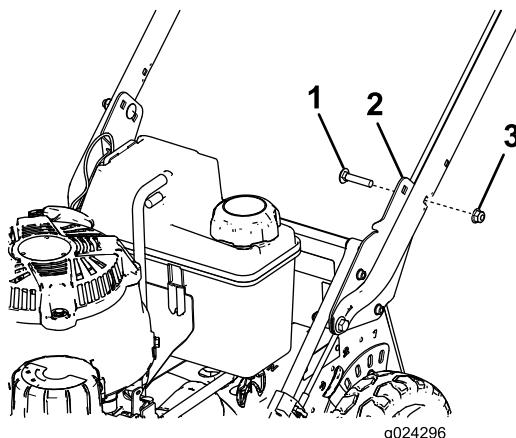

Figura 6
- Sujete el manillar a los soportes del manillar en la posición de altura deseada con 2 pernos de cuello cuadrado (5/16 x 1-1/2") y 2 tuercas con arandela prensada (5/16"), según se muestra en Figura 6.